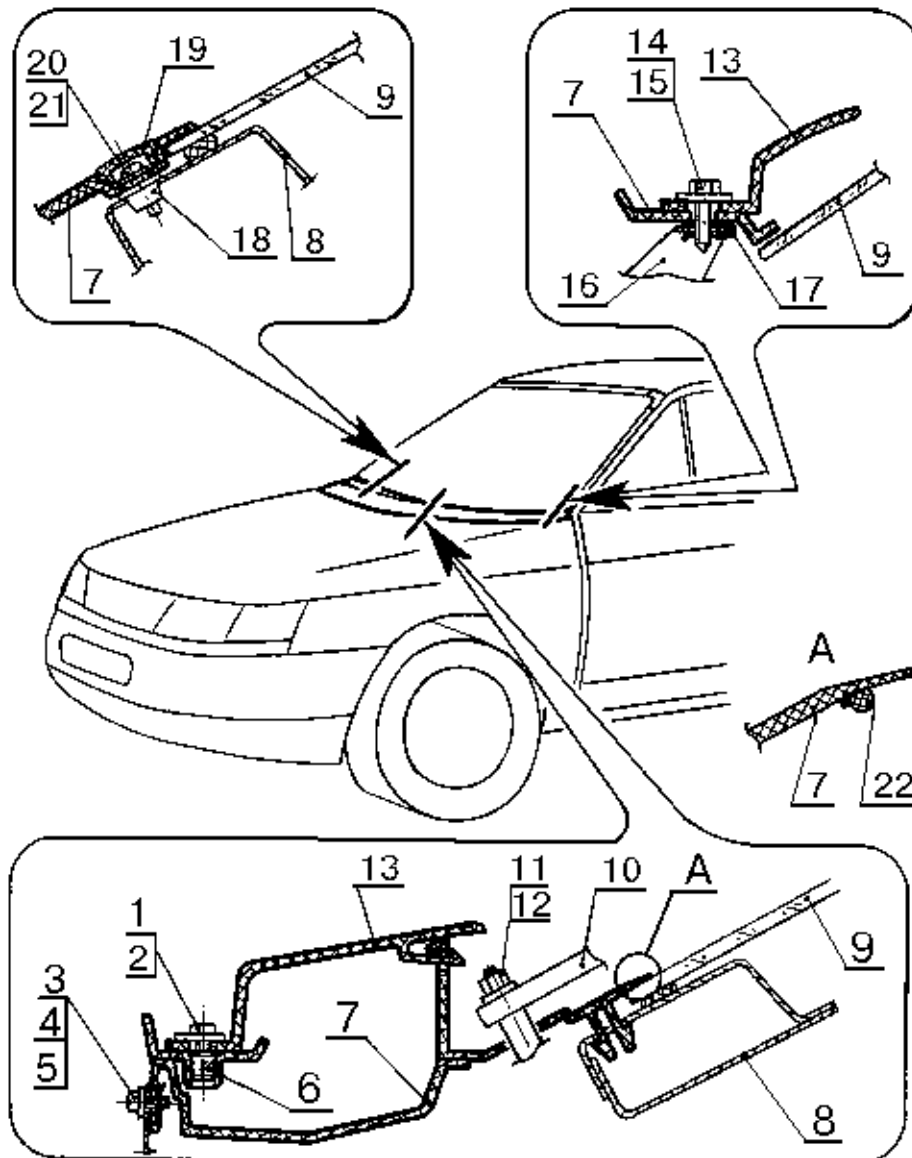

Рис. 2. Установка накладки и облицовки рамы ветрового окна:
2.1 Отвернуть пять самонарезающих винтов 1, рис.2, и два винта 14 крепления облицовки 13 с шайбами 2 и 15, снять облицовку (отвертка крестообразная).